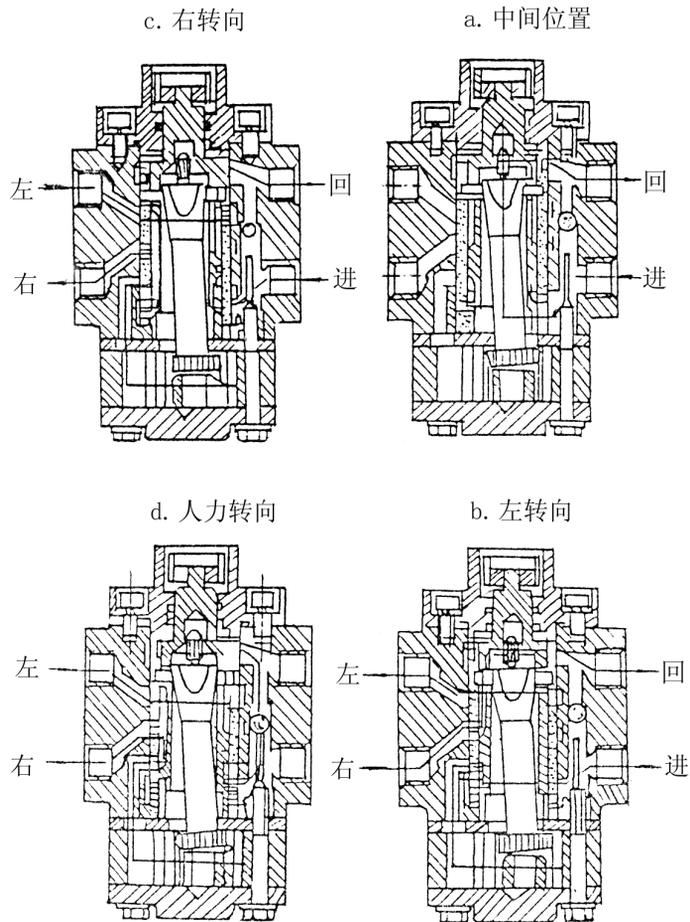

图6.4 转向器油路图
6.1.2工作原理(见图6.4)
中间位置时(即方向盘不转动)，在开芯系统中油泵来油经阀芯内腔回油箱。(图6.4中a)
动力转向时，油泵来油经随动阀进入摆线针轮啮合付，推动转子跟随方向盘转动，并将定量油压入油缸的左腔或右腔，推动转向轮实现动力转向，油缸另一腔的油则回油箱。(图6.4中b、c)
发动机熄火时，靠人力操纵方向盘，通过阀芯、拨销、联动轴驱动转子将转向油缸一腔的油压入另一腔，推动转向轮，实现人力转向(图6.4中d)。通过补油单向阀由油箱补油。